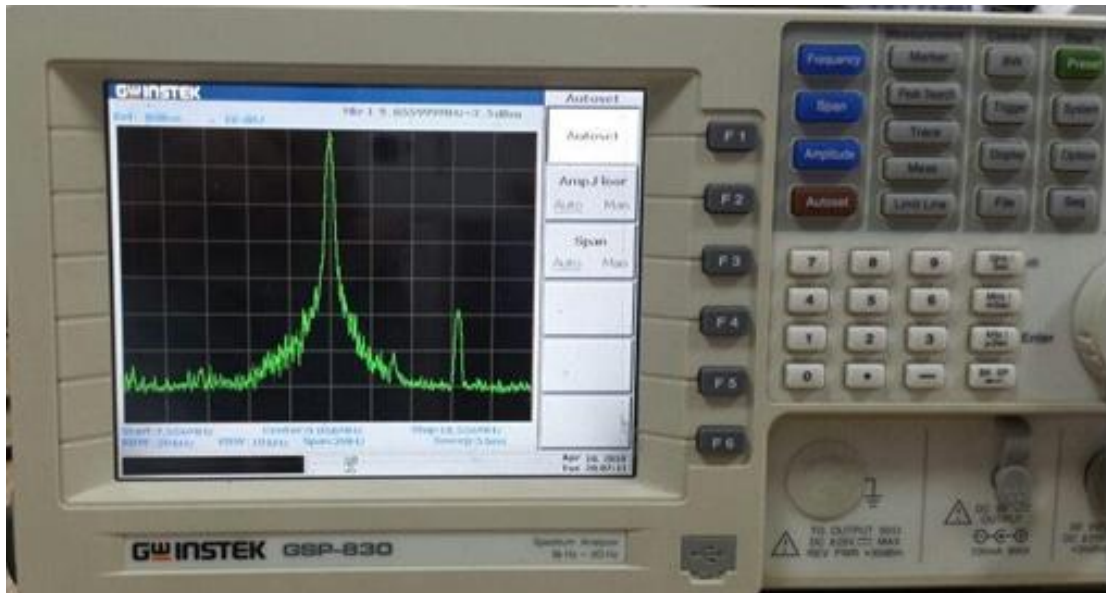

ILUSTRACIÓN 4
- Cuando todos los anteriores pasos se hallan echo, la curva en frecuencia de la señal de 10 MHz será mostrada en el analizador (**ILUSTRACION.4**)